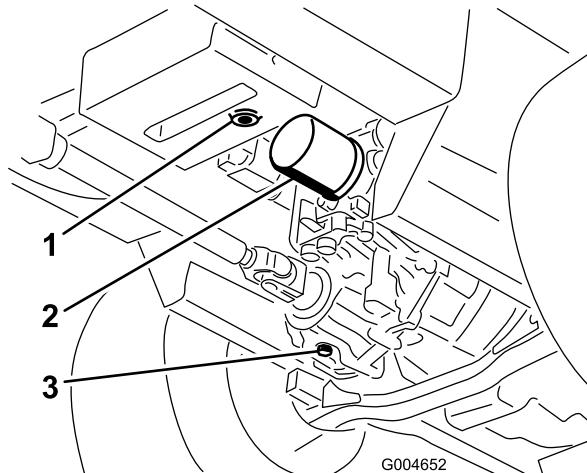

Figura 69
3. Coloque um recipiente grande sob o reservatório hidráulico e cárter da transmissão e retire os bujões, drenando todo o fluido hidráulico (Figura 69).
4. Limpe a zona em redor do filtro de óleo hidráulico e retire-o (Figura 69).